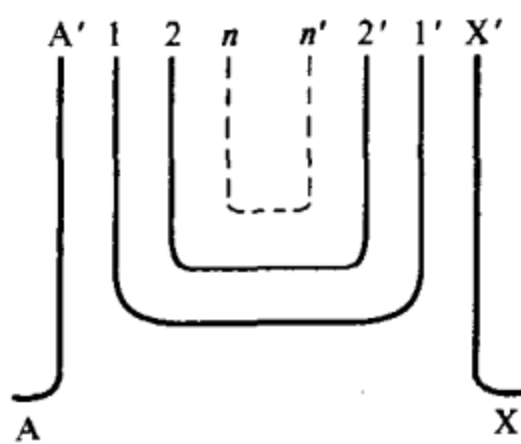

图 3-27 绕组端部
(3) 将已损坏的线圈所在相绕组的首尾端 A、X 从定子绕组整体中分离出来，再用竹片刀小心地把线匝的断路端从线圈上剥离下来。用兆欧表或万用表分别找出 A - A'、X - X'、1 - 1'、2 - 2'、... n - n'，如图 3-27 所示。
(4) 在断路线匝的两端分别穿上绝缘套管，用同规格的导线将 A' - 1'、1 - 2'... n - X' 这样一匝一匝串接焊牢，并趁热将套管穿于焊接处。并检查 A - X 应为通路。
(5) 如果断线是因端部相间短路引起的，则在修复时应将相间绝缘重新填好。
(6) 绑扎端部，恢复其喇叭口及绕组的接法。装机后遥测绝缘电阻，并作空载试验，检查三相电流是否平衡。
(7) 在证明故障确已排除的情况下，根据绝缘好坏程度进行局部刷漆或整体浸烘。